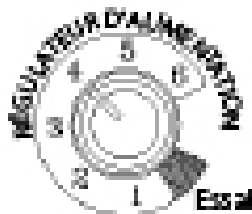

Fig. 17
4. Réglez le débit d'alimentation. Si c'est le premier feu que vous allumez ou si vous êtes en train d'essayer plusieurs sortes de granulés, mettez le bouton de réglage de l'alimentation sur 4 (voir figure 17). Il s'agit d'une valeur sûre, que vous devrez probablement augmenter. Lorsque vous avez trouvé un réglage qui va bien, utilisez-le. N'oubliez pas que si le débit d'alimentation est trop élevé, vous risquez de gaspiller du combustible.